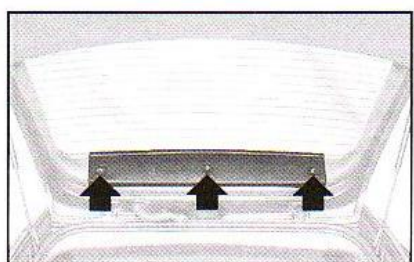

fig. 34
LUZES DO BRAKE LIGHT - MAREA WEEKEND figs. 34 e 35
1) Com a tampa aberta, desaparafusar os três parafusos de fixação e remover o painel **fig. 34**.